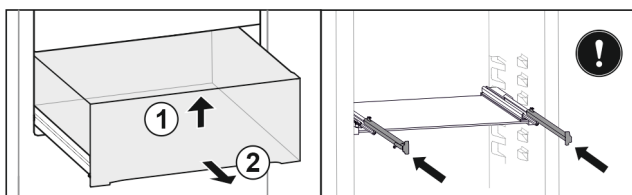

Fig. 66
- ▶ Lyft upp utdragslåda framtill. Fig. 66 (1)
- ▶ Ta ut utdragslåda genom att dra den framåt. Fig. 66 (2)